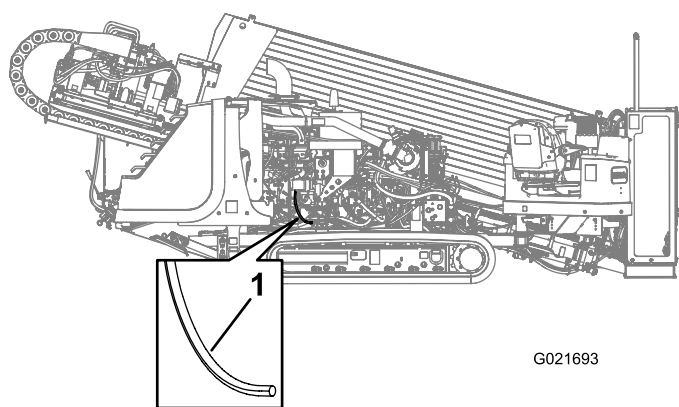

Figure 112
3. Avec précaution, tirez et déposez le tube d'évent du carter (Figure 112).
4. Nettoyez l'extrémité du tube d'évent de carter (Figure 112).